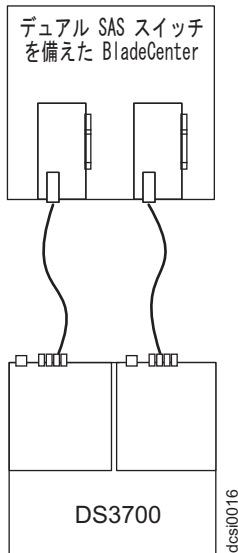

図 44. 1 台の BladeCenter ユニットに接続された DCS3700 の例
2. 予備のホスト接続を作成するには、2 番目の SAS 接続モジュールから、DCS3700 の他のコントローラーのホスト・コネクタに SAS ケーブルを接続します。デュアル・コントローラー DCS3700 で作成できる冗長ホスト接続の数は最大 2 つだけです。図 44 に示すように、BladeCenter から DCS3700 コントローラーのホスト・ポートごとに 1 つの接続を行います。